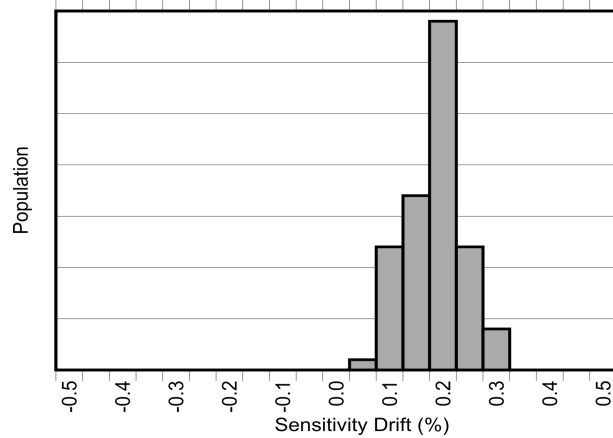
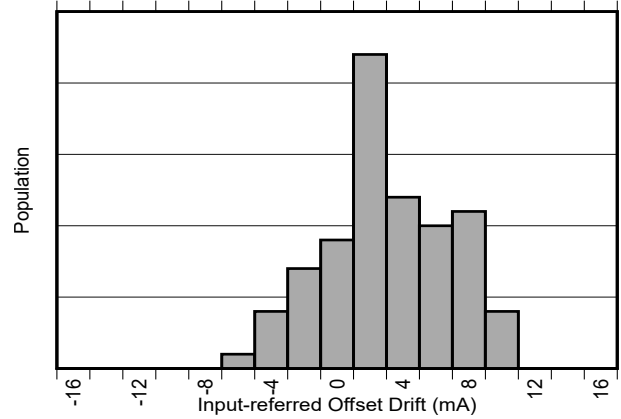

図 8-3. AEC-Q100 高温動作寿命ストレス テスト後の
図 8-4. AEC-Q100 高温動作寿命ストレス テスト後の
一般的な磁気電流センサでは、温度ドリフトが大きいことに加え、デバイスの寿命全体の経年劣化により、感度に 2%～3% のドリフトもさらに影響されます。TMCS1126 で温度ドリフトを低減するために使用されているのと同じ独自の補償技法も使用されます。これにより、特に動作温度が高いときに、ストレスや環境条件による経年変化による寿命ドリフトを大幅に低減できます。電気的特性に示すように、TMCS1126 は標準 3 ロットの AEC-Q100 認定において、130°C、相対湿度 (RH) 85% での高度加速ストレス試験 (HAST) の後、業界をリードする寿命感度ドリフトを実現しています。AEC-Q100 認定の規定に準じた 1000 時間に及ぶ 125°C の高温動作寿命ストレステストの後、電気的特性で規定される範囲内の低感度およびオフセットのドリフトも確認されています。これらのテストは、デバイスの寿命全体での標準的な動作を模倣しており、標準的な磁気電流センサに比べて経年劣化によるデバイス性能の変動が大幅に改善されることを示しています。AEC-Q100 に規定されている 1000 時間 125°C 高温動作寿命ストレステスト後の感度およびオフセットドリフトを、図 8-3 および 図 8-4 に示します。デバイスの動作性能は、デバイスの寿命全体にわたって変化します。このテストは、デバイスの寿命全体にわたる標準的な動作を模倣しており、標準的な磁気センサに比べてデバイスが性能を大幅に向上する可能性があることを示しています。